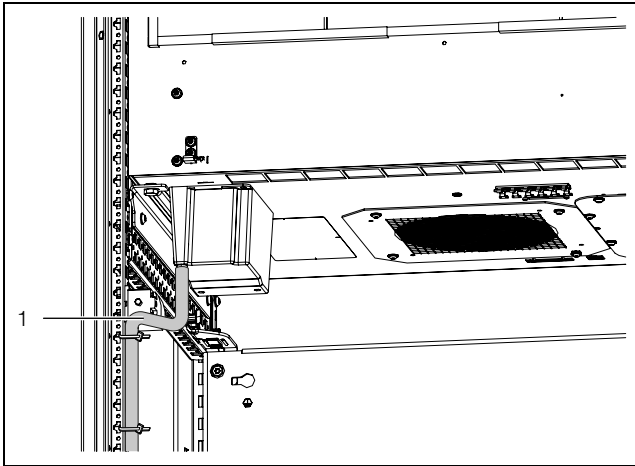

Fig. 12: Instalação da mangueira (exemplo)
- Se a solução de integração estiver montada sobre o sistema de base soleira VX disponível como acessório: seguindo as instruções indicadas acima, direcione a mangueira de água condensada para baixo, passando pela base do armário (fig. 12).